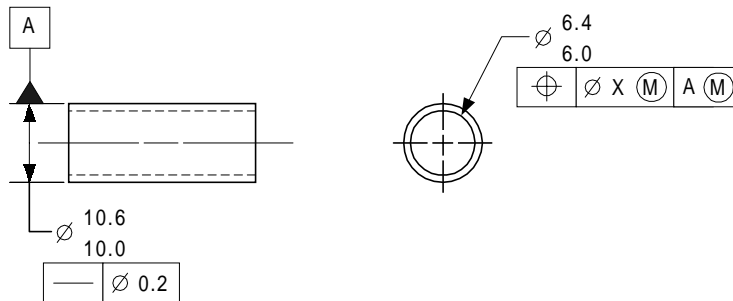

Figura 3
24. En la Figura 3, la cantidad máxima de desplazamiento de datum disponible es . . .